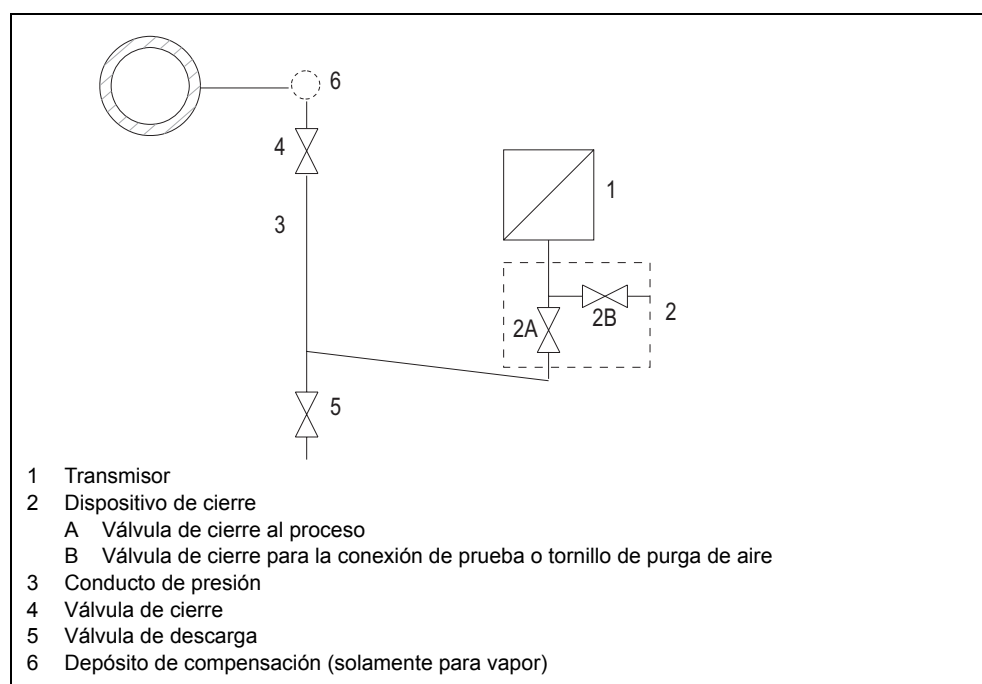

Figura 25 Medición de vapor
1. Abra la válvula de cierre (2B, Figura 25, p. 111)
2. Aplique al convertidor la presión que corresponde al inicio de medición a través de la conexión de prueba del dispositivo de cierre (2).
5. Abra la válvula de cierre (4) en el racor de toma de presión.